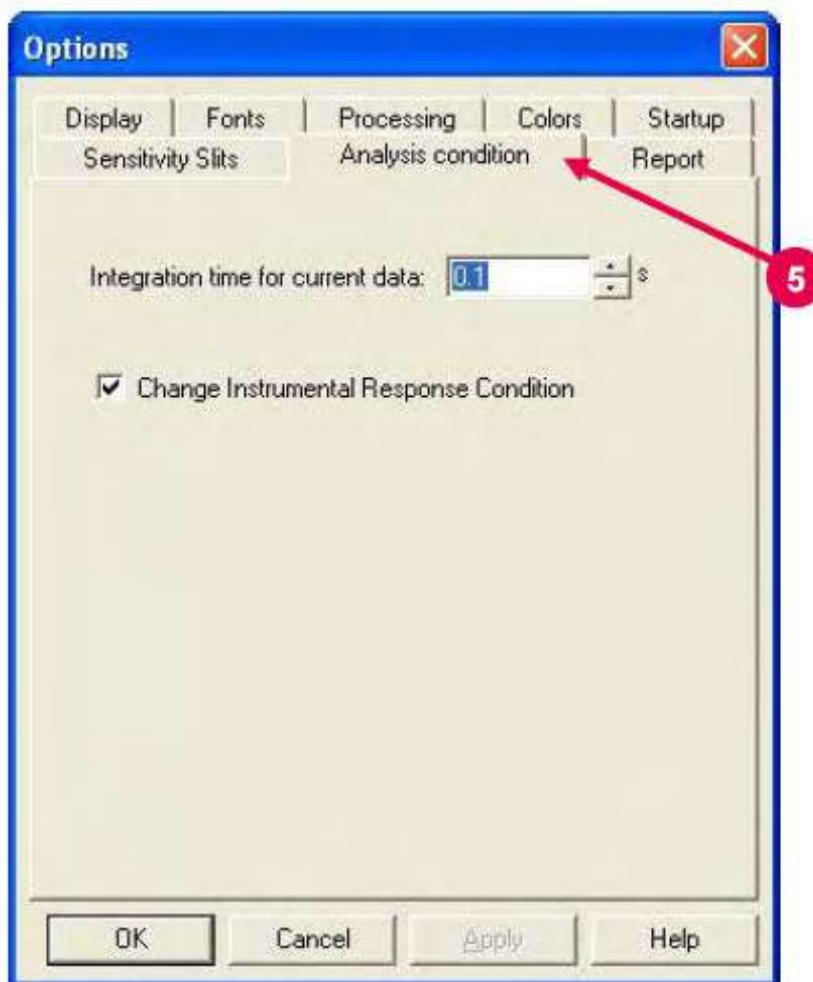

Рис. 7-54
- (4) Для считывания данных, величина времени интеграции обычно устанавливается в значение 0.1 сек. Для изменения времени интеграции, выберите команду «Опции» (Options) из меню «Сервис». Затем выберите вкладку «Анализ условия» (Analysis condition) (смотрите (5) на рис. 7-54). Окно, показанное на рис. 7-54, позволяет изменять установки.